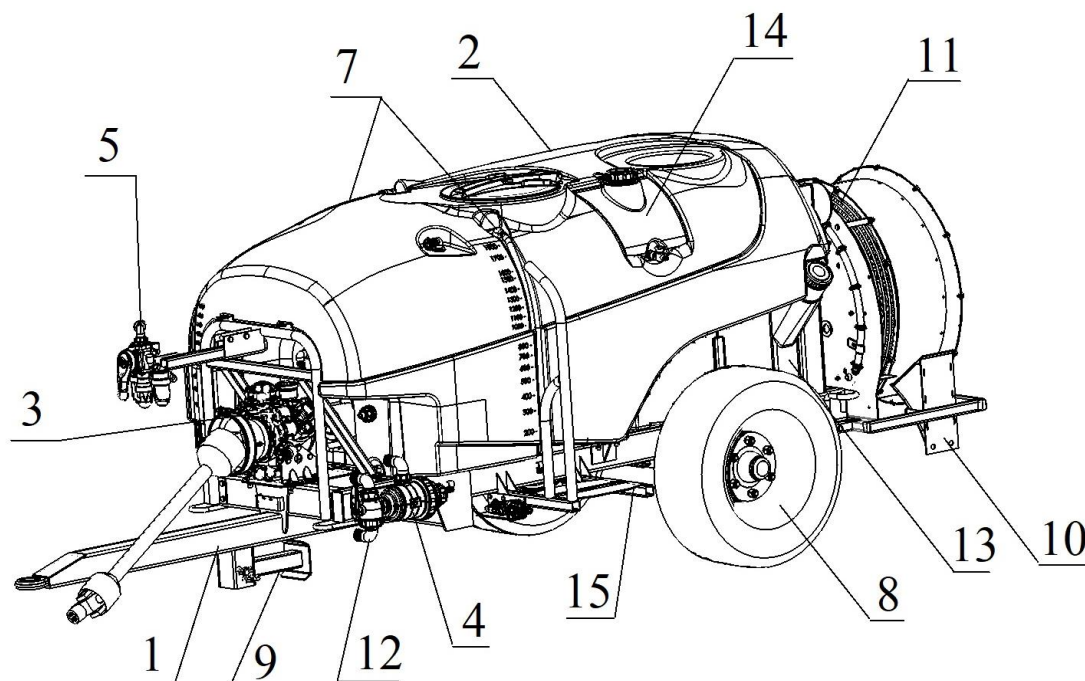
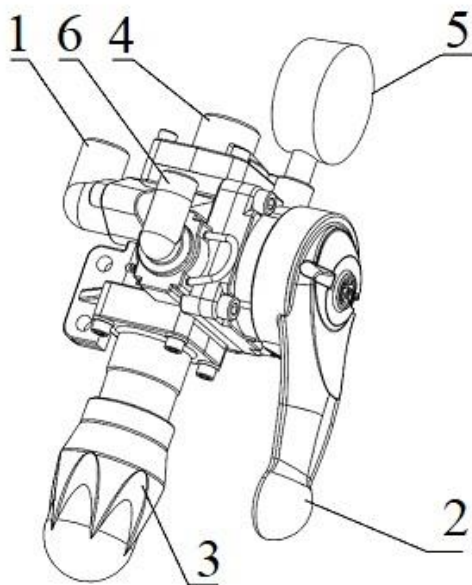

Рис. 1. Опрыскиватель ОПСВ-2000Р.
Рис. 3. Регулятор давления.
Опрыскиватель состоит из рамы 1 (рис. 1, 1а), бака для рабочей жидкости 2, мембранно-поршневого насоса 3, регулятора 5 давления жидкости в системе нагнетания, фильтра 4 линии всасывания. Рама оборудована подножкой 9. На раме с помощью болтового соединения устанавливается вентиляторная приставка 11, состоящая из осевого вентилятора 17, воздухораспределителя 16 и узлов распыла 20. Привод вентилятора можно отключить с помощью рукоятки 19.
Трехходовой кран 12 (рис. 1), обеспечивает переключение следующих режимов работы опрыскивателя: «Рабочий режим», «Промывка системы».
1 – рама; 2 – бак; 3 – насос; 4 – фильтр всасывающий; 5 – регулятор давления; 6 – карданный вал; 7 – указатель уровня жидкости; 8 – колеса; 9 – опора; 10 – упоры; 11 – вентиляторная приставка (рис. 1б); 12 – трехходовой кран; 13 – бак дополнительный; 14 – бак для мытья рук; 15 – подножка.
Рис. 1а. Опрыскиватель ОПСВ-2200К.
11 – вентиляторная приставка (рис. 1в).
Рис. 1б. Приставка вентиляторная для ОПСВ-2000Р.
включения привода вентилятора; 20 – узел распыла (рис. 1г).
Рис. 1в. Приставка вентиляторная для ОПСВ-2200К.
16 – кожух; 17 – вентилятор осевой; 18 – коллектор линии нагнетания; 19 – рукоятка включения привода вентилятора; 20 – узел распыла (рис. 1г).
Рис. 1г. Узел распыла.
Регулятор расхода жидкости (рис. 3) представляет собой конструкцию, состоящую из крана 2, рукоятки регулировки давления 3, секций 6 распределения жидкости.
Основными рабочими органами опрыскивателя являются распылители. На данной модели опрыскивателя используются износостойкие двухпозиционные узлы распыла (рис. 1г), состоящие из корпуса 21, прикрепляемого к коллектору нагнетания, двух керамических распылителей 25 и 26 различной производительности, смонтированных на поворотном корпусе 22. Распылители образуют факел в виде полого конуса с углом при вершине 80°. При отключении привода насоса отсечной клапан 23 предотвращает вылив рабочей жидкости из гидрокommunikаций.
При включении ВОМ трактора поток мощности передается на вал насоса и входной вал вентиляторной приставки (вал насоса – сквозной). При установке рукоятки включения вентилятора в «Нейтральное» положение, вентилятор не вращается. Жидкость засасывается из бака 2 (рис. 1) через фильтр 4 и подается к регулятору давления 5, который сбрасывает часть жидкости обратно в бак, а остальную направляет к рабочим органам. Давление жидкости изменяется вращением рукоятки 3 (рис. 3). Отключить подачу жидкости к распылителям можно с помощью рукоятки 2 главного крана. Для включения в работу вентилятора необходимо отключить привод ВОМ и перевести рукоятку привода в рабочее положение. Вентилятор оснащен обгонной муфтой.
5.2.3. Повернуть рукоятку 2 главного крана регулятора давления (рис. 3) в положение «Закрыто» (слив жидкости от насоса в бак). Рукоятку 3 регулировки давления вращать против часовой стрелки до упора.
5.2.6. Включить привод ВОМ. Повернуть рукоятку 2 главного крана регулятора давления (рис. 3) в положение «Открыто». Вращением рукоятки 3 увеличить давление в системе нагнетания до 3,5 МПа.